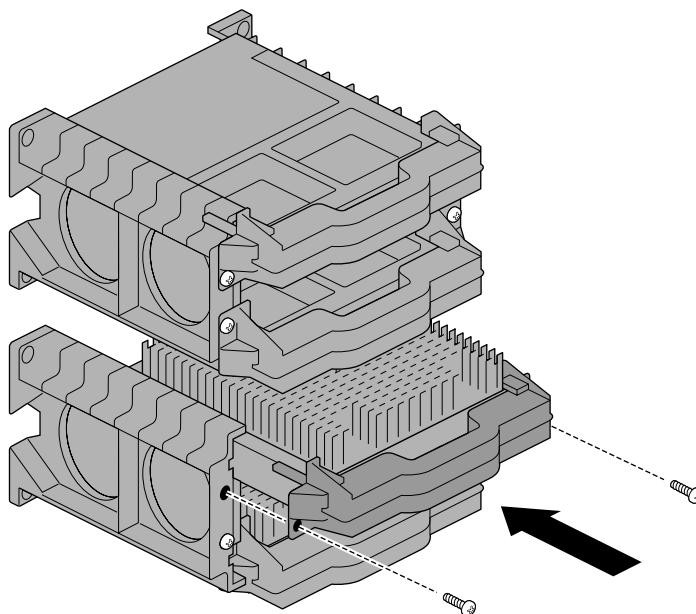

Figura 6-5 Inserindo o processador no trilho de montagem
12. Insira o processador no trilho de montagem, verificando se os orifícios para parafusos estão alinhados com os do trilho. Veja a Figura 6-5. Se os orifícios não estiverem alinhados, remova o processador, reposicione o puxador e recoloque o processador. Caso você precise de ajuda para reposicionar o puxador, consulte a etapa 4.